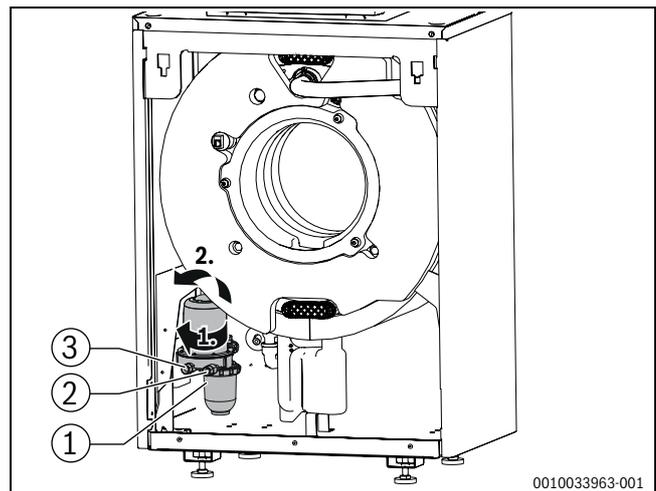

Bild 78 Ölfilter demontieren
- ▶ Ölfilter (→Bild 78, [1]) leicht nach vorne drehen; analog Schritt 1.